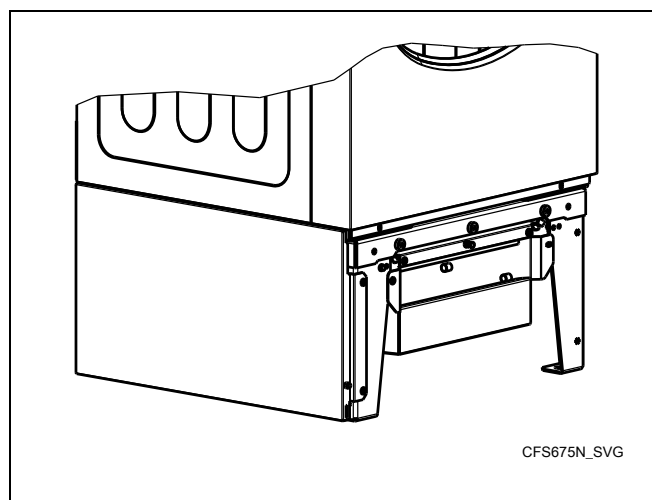

Рис. 47
2. Снимите переднюю крышку рамы основания фильтра. См. Рис. 47.